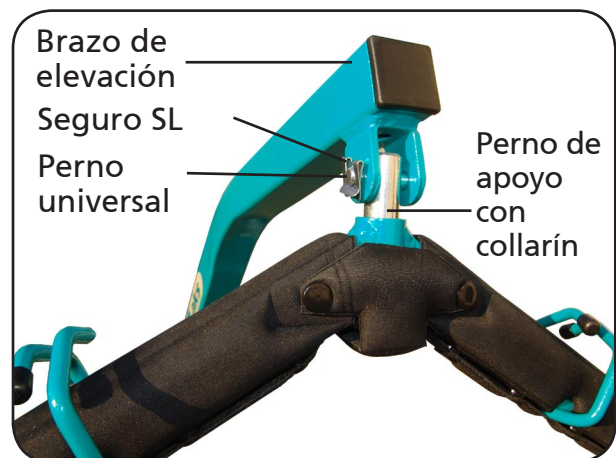

Figura 08
4. Para el montaje del arco de transporte quite el perno de apoyo con collarín en el extremo del brazo de elevación. Introduzca el perno de apoyo con collarín desde abajo a través del arco de transporte. Monte el perno de apoyo con collarín con el arco de transporte al brazo de elevación. Al final preste nuevamente atención a la correcta fijación del seguro SL para el aseguramiento del perno universal (figura 08).